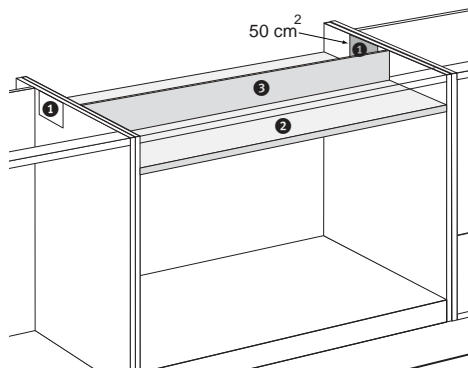

Figuur 11: Lade onder de kookplaat
- Bij inbouw boven een lade moet er aan de voorzijde een spleet gemaakt worden van minimaal 560 x 6 mm voor de ontluchting (zie figuur 11). **Let op:** een lade mag de ventilatieopeningen aan de onderzijde van het toestel niet afsluiten.
- De afstand tussen lade A en de kookplaat moet minimaal 10 mm bedragen of plaats een vaste blende. Bij een vaste blende hoeven geen extra aanpassingen voor ontluchting te geschieden (zie figuur 11).